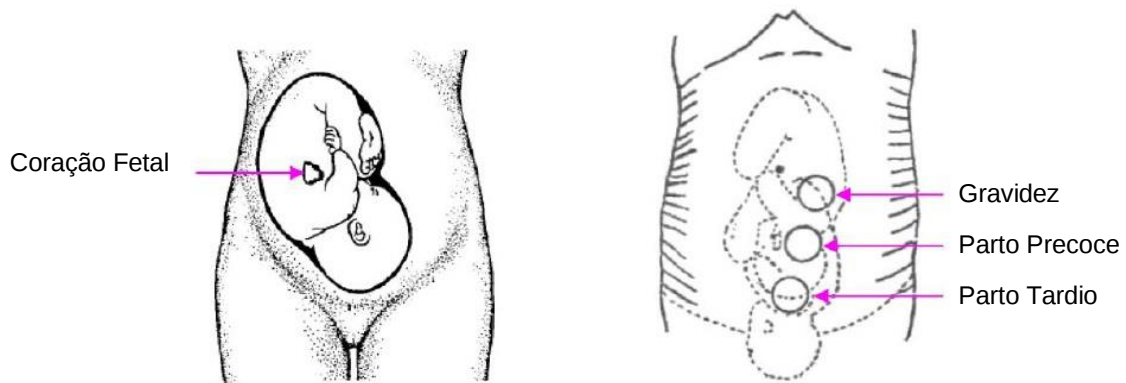

Fig. 8-1 Posicionamento do Transdutor de Ultrassom (feto único)
- Procure a localização do coração fetal usando um estetoscópio ou um fetoscópio. O melhor sinal cardíaco fetal pode ser obtido através do dorso fetal. Consulte a Fig. 8-1 conforme abaixo.